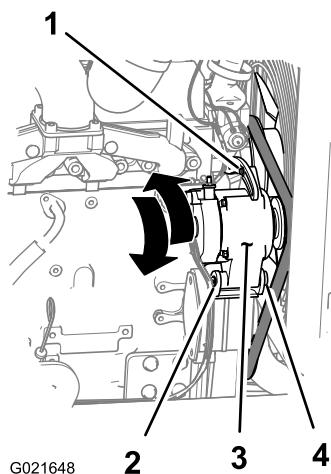

Figure 86
1. Desserrez l'écrou et le boulon au point de pivotement de l'alternateur (Figure 86).
- 2. Desserrez le boulon de réglage sur l'alternateur (Figure 86).
- 3. Éloignez l'alternateur du moteur pour accroître la tension de la courroie et rapprochez l'alternateur du moteur pour réduire la tension de la courroie (Figure 86).
- 4. Resserrez le boulon de réglage de l'alternateur (Figure 86).
- 6. Si la tension de la courroie est correcte, serrez l'écrou et le boulon au point de pivotement de l'alternateur (Figure 86) ; dans le cas contraire, répétez les opérations 2 à 5.
2. Desserrez l'écrou et le boulon au point de pivotement de l'alternateur (Figure 86).
3. Desserrez le boulon de réglage sur l'alternateur (Figure 86).
4. Rapprochez l'alternateur du moteur pour détendre la courroie afin de pouvoir la retirer de la poulie d'alternateur (Figure 86).